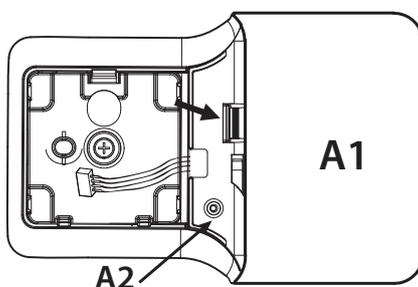
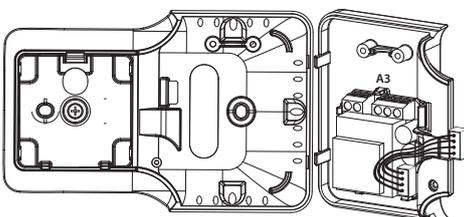

Fig. 3
Fig. 4
- per smontare il coperchio A1, svitare la vite A2 e premere in corrispondenza del punto di aggancio (fig.3); accedere alla morsettiera A3 (fig. 4)
- to remove cover A1, unscrew screw A2 and press the point of attachment (Fig. 3); access terminal block A3 (Fig. 4)